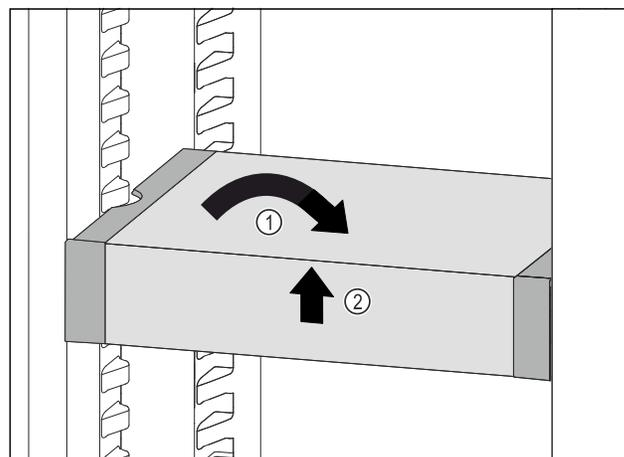

Fig. 91
- Remettre le VarioSafe droit. Fig. 91 (1)
- Soulever la partie avant du VarioSafe. Fig. 91 (2)